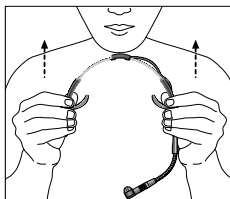

Fig. 3: Arceau
2. Mettez l'arceau comme indiqué aux Fig. 3 à 5.